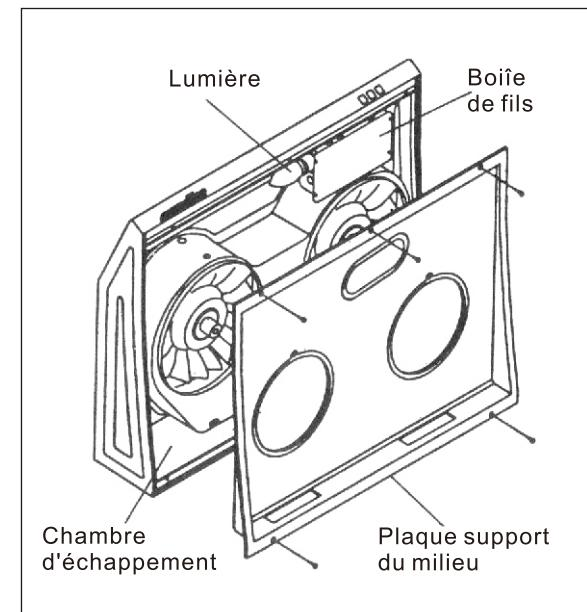

Fig. 11 Enlever la plaque de support du milieu
7. Dévissez les vis au milieu de la plaque de support avec un tournevis "Philips" (Fig. 11)